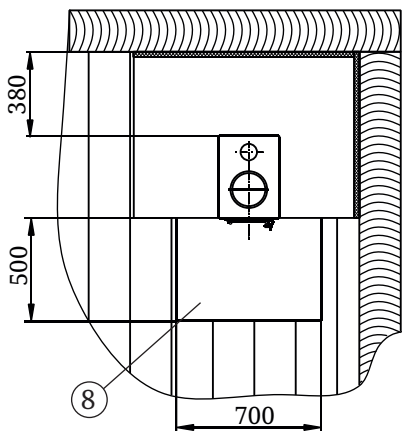

Рисунок 3. Монтаж печи в помещении из горючих материалов (кирпич) с установкой печи на основание из негорючего материала
- пол из горючих и трудногорючих материалов перед дверцей топки — металлическим листом размером 700×500 мм, располагаемым длинной его стороной вдоль печи (рисунок 3);